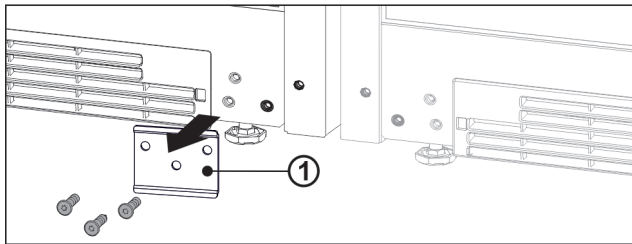

Fig. 14
- ▶ Hvis platen Fig. 14 (1) er montert, skru av platen.